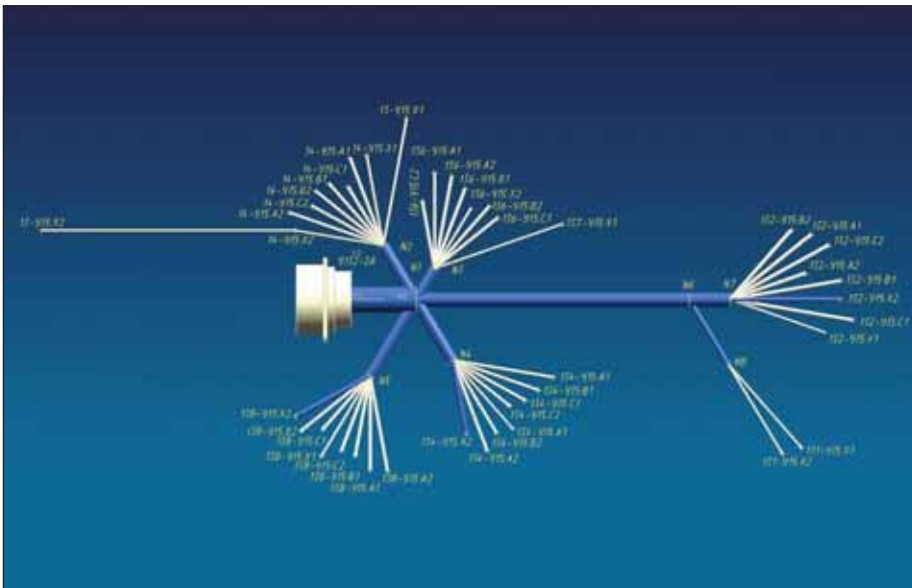

Рис. 5. Оформление КД чертежей электрического жгута агрегата (NXRouting Electrical)
- вести разработку чертежей электрического жгута агрегата, развернутого на плоскость (рис. 5);